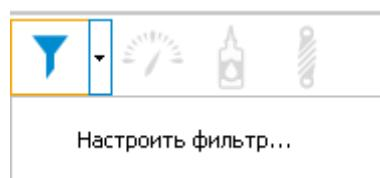

Рис. 150
2. Выберите команду **Настроить фильтр** (Рис. 150).